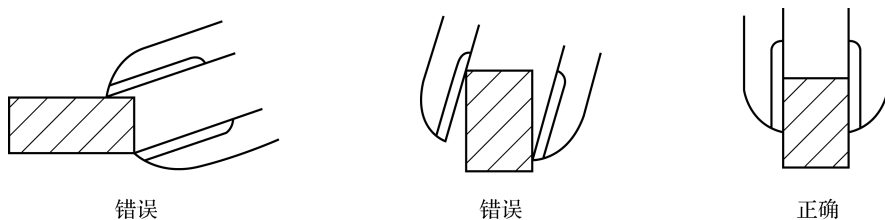

图 1-4 游标卡尺的测量方法
(1) 测量前应将游标卡尺擦干净, 检查量爪贴合后主尺与游标的零刻线是否对齐。
(2) 测量时, 所用的推力应使两量爪紧贴工件表面, 但力量不宜过大。
(3) 测量时, 不要使游标卡尺歪斜, 如图 1-4 所示。